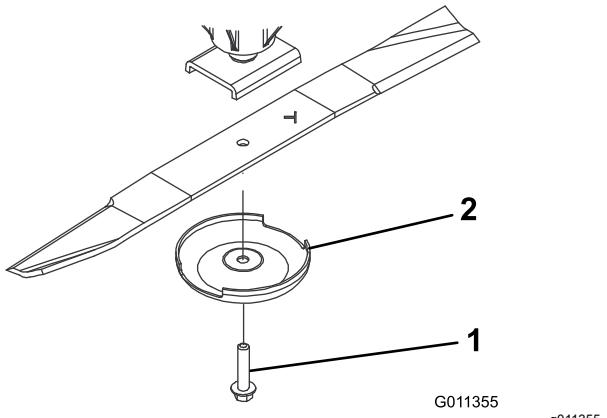

Figura 97
- Togliete il bullone, la coppa antistrappo e la lama dall'asse del perno (Figura 97).